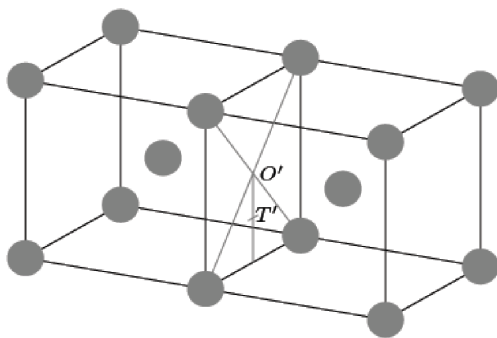

Figure 2 Sites interstitiels O' et T' dans la maille de fer α
- Dans la représentation de la maille de fer α donnée figure 2, à quel type de site interstitiel correspond O' ? Est-il régulier? Justifier votre réponse.